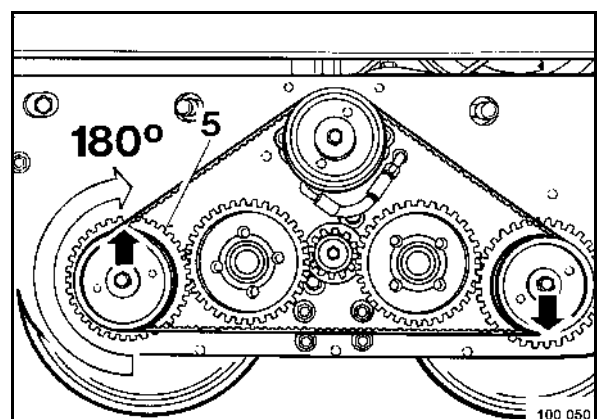

fig. 74
- Tourner l'arbre exciteur 5 (fig. 74) exactement de 180° vers le haut puis, dans cette position, monter la courroie crantée neuve.